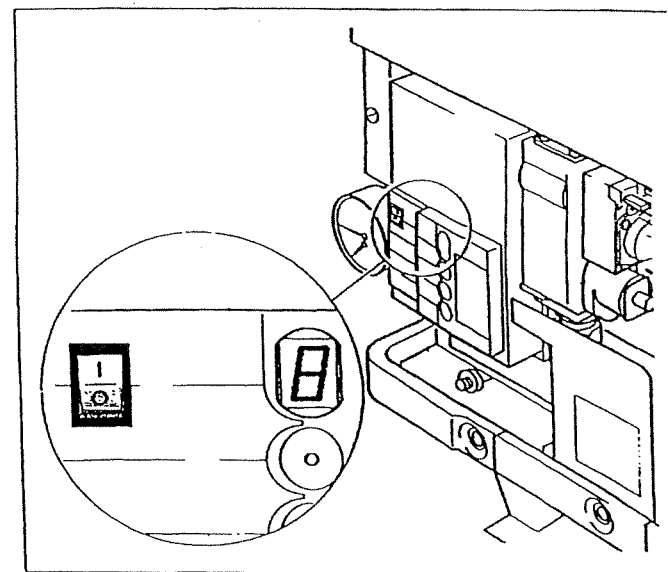

Fig. 26 Accensione bruciatore
- ◆ Mettere l'interruttore di accensione in posizione "I" (Fig. 26). Il bruciatore si accenderà dopo ca. 30 sec.